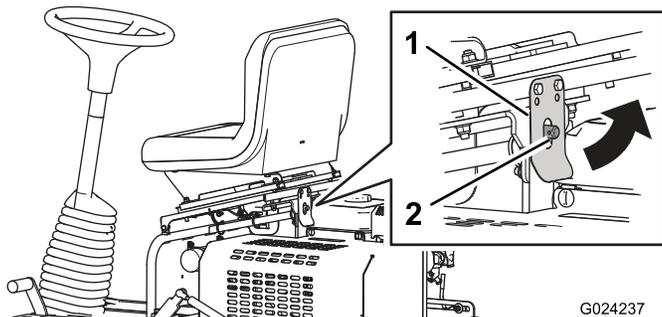

Figura 31
2. Puxe o trinco do banco e incline o banco para a frente (Figura 31).